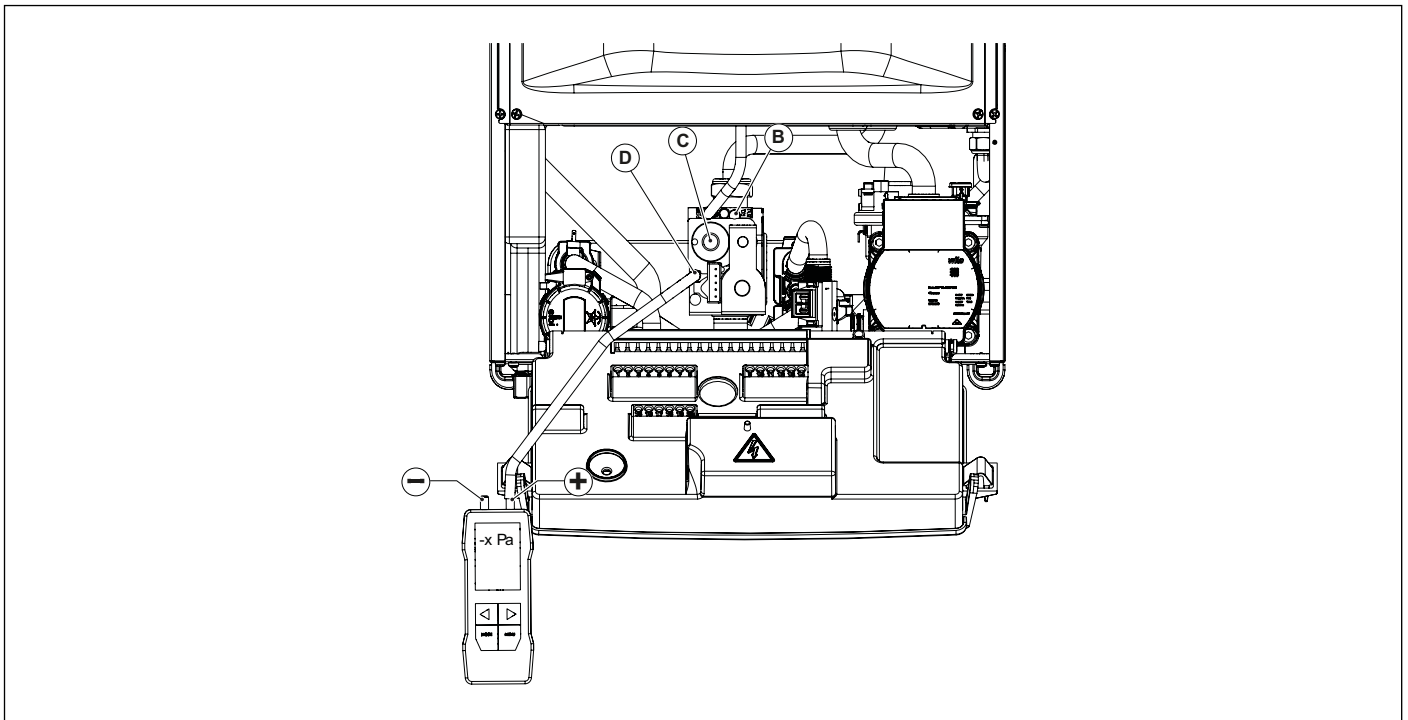

Fig. 36 Reglarea presiunii de offset
- Deschideți șurubul robinetului de presiune de offset **D** și conectați-l la intrarea pozitivă (*) a manometrului de presiune diferențială (a se vedea Fig. 36 Reglarea presiunii de offset).